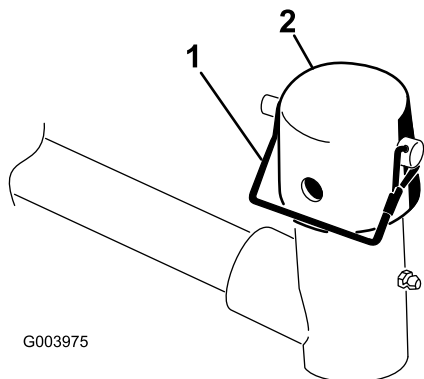

**Figure 9**
**Important:** Sur le plateau n° 4 (avant gauche) ou n° 5 (avant droit), utilisez les écrous de fixation du support de tige pour monter les guides de flexible devant les pattes du plateau de coupe (Figure 7 et Figure 8). Les guides de flexible doivent être inclinés vers le plateau de coupe central (Figure 8 et Figure 9).